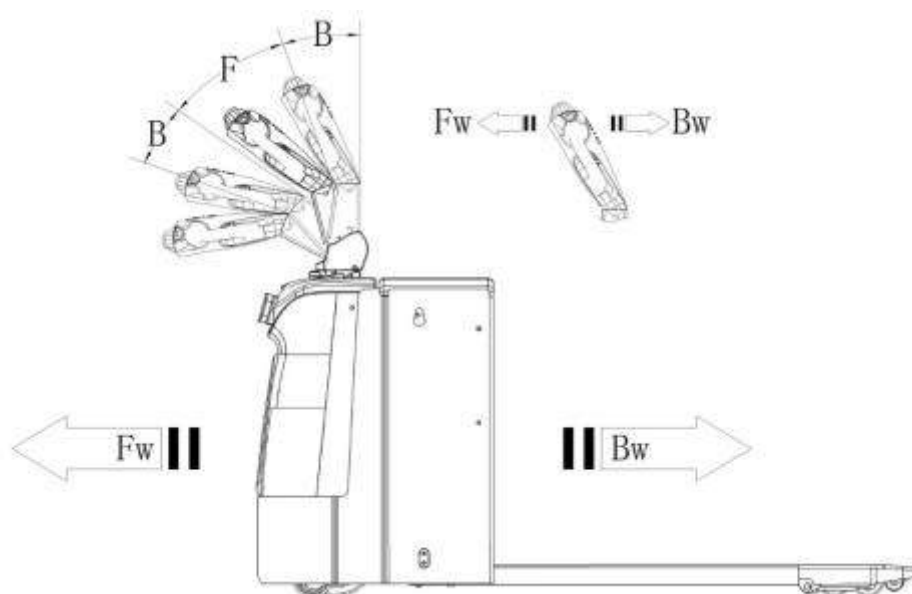

Рис. 9: Направления движения
После того, как ключ запуска (10) повернут в положение ON и аварийная кнопка поднята, переведите ручку управления в рабочее положение ('F', рис.9).
Отклоните маховики управления в нужном направлении «вперед» 'Fw' или «назад» 'Bw' (рис. 9).